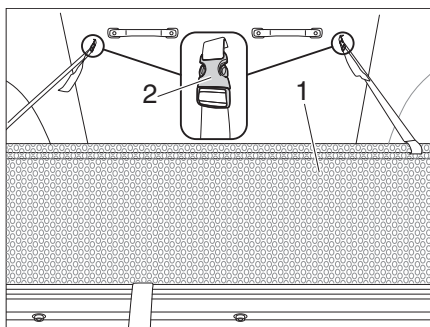

Figure 47 Dispositif de protection contre les chutes
- Tirer le dispositif de protection contre les chutes (Figure 47,1) d'en dessous du matelas.
- Fixer le dispositif de protection contre les chutes au toit relevable avec la boucle de courroie (Figure 47,2).
- Desserrer la boucle de courroie (Figure 47,2).
- Ranger le dispositif de protection contre les chutes (Figure 47,1) dessous du matelas.